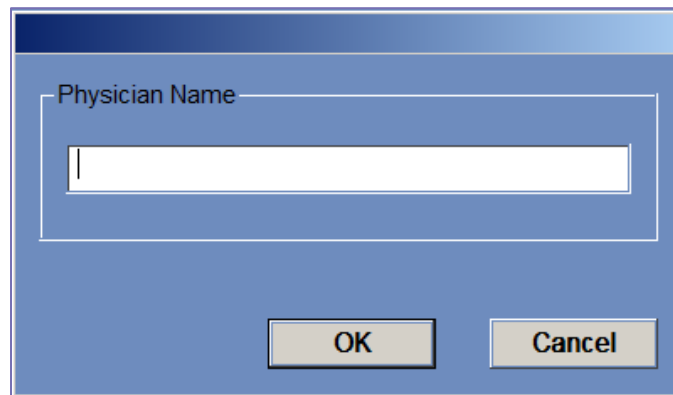

Abbildung 4-3: Dialogfeld Behandlungsdaten
1. Klicken Sie im **Startbildschirm** auf **TREATMENT**; das Dialogfeld Behandlungsdaten wird geöffnet (siehe Abbildung 4-3)